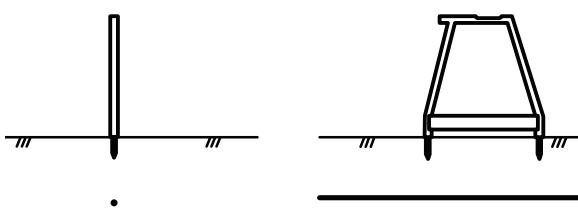

Рис. 10 – Расположение приемника
- При поиске повреждения приемник, как правило, следует располагать над токопроводом, устанавливая передний стержень приемника в сторону предполагаемого повреждения, а задний стержень в сторону заземляющего штыря. Для создания хорошего электрического контакта стержни приемника должны равномерно войти в землю. Ток, протекающий через стержни, обеспечивает сигнал для поиска повреждения изоляции (см. Рис. 10).